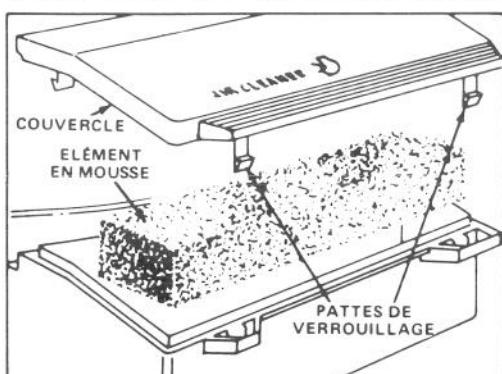

Figure 12
2. Enfoncez les pattes de verrouillage et soulevez le couvercle du filtre à air. Nettoyez à fond le couvercle (Fig. 12).
enlevez-le de l'unité de filtre - air (Fig. 12). Nettoyez à fond.